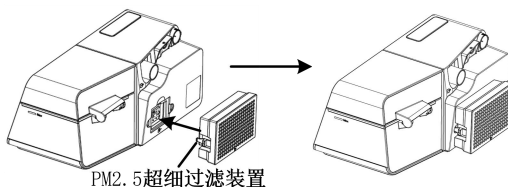

图 3-4
(3) 可将空气滤芯和滤芯盖换成 PM2.5 超细过滤装置，用于滤除 PM2.5，按图 3-4 所示将 PM2.5 超细过滤装置安装在呼吸机上：